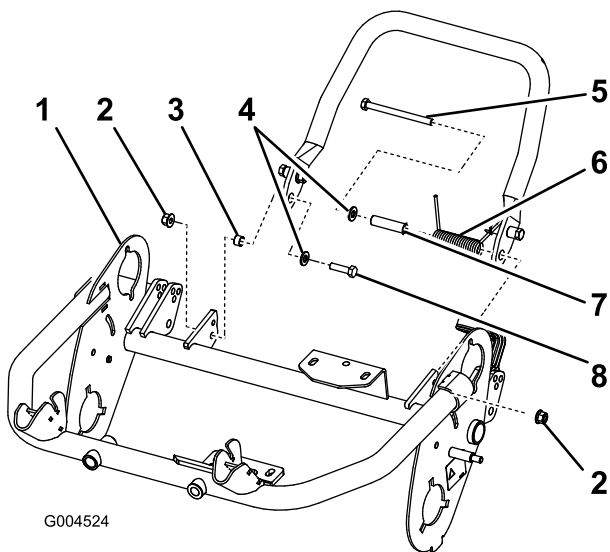

Figure 6
2. Placez une rondelle (M8) sur le petit boulon (M8-1,25 x 030). Fixez le côté droit de la béquille au châssis avec le boulon et la rondelle, la petite entretoise et le contre-écrou (M8-1,25) (Figure 6). Assurez-vous que le boulon est fixé du côté intérieur du châssis comme illustré (Figure 6).
Important: Lorsque vous montez le ressort, placez une de ses extrémités sous le châssis arrière (Figure 6).
5. Fixez le côté gauche de la béquille au châssis avec le boulon et la rondelle, la grande entretoise et le ressort, et le contre-écrou (M8-1,25) (Figure 6). Assurez-vous que le boulon est fixé du côté intérieur du châssis comme illustré (Figure 6).